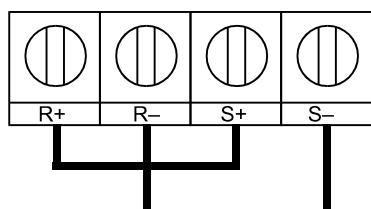

Рис. 6.52 Подключение цепей при использовании интерфейса RS-485
- В случае использования интерфейса RS-485 канал S+ должен быть подключен к R+, а S- к R- снаружи инвертора.. См. *Рис. 6.52* ниже.